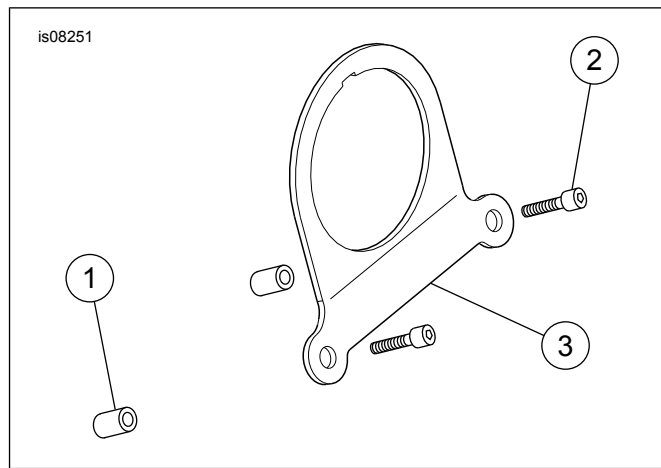

Figura 1. Piezas de servicio
Vea Figura 1 y Tabla 3.
1. Vea Figura 1. Extraiga los dos tornillos de la abrazadera del manillar que están más alejados del motociclista.
2. Coloque los espaciadores (1) en los agujeros escariados vacíos de los tornillos de la abrazadera.
3. Sin apretar, asegure el soporte del tacómetro (3) a la abrazadera del manillar con los tornillos de casquete (2).